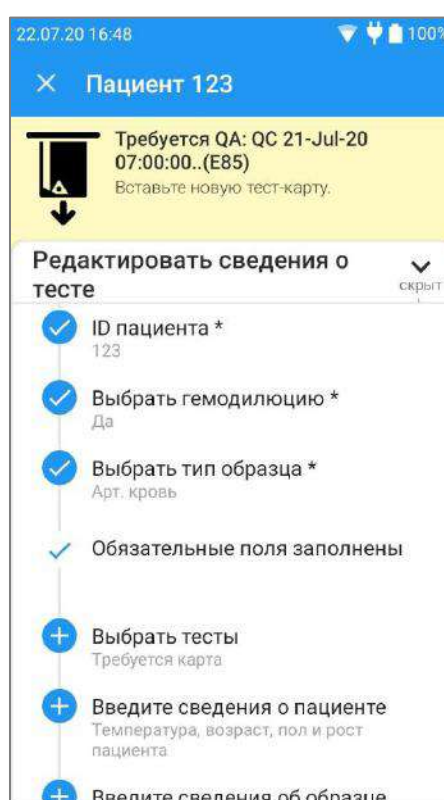

Рис. 55.
- При выборе варианта **Нет** система будет заблокирована (рис. 55) и процедуры анализа крови будут недоступны до тех пор, пока не будут соблюдены условия, установленные для графиков QA.